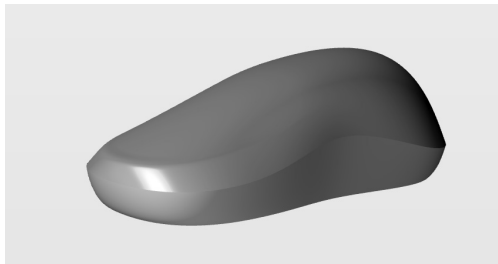

图 5-199 分别合并上下壳体曲面
1) 使用“合并”工具分别合并上下壳体曲面，如图 5-199 所示，图中以颜色区分。